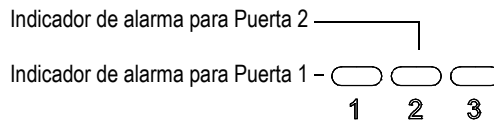

**Figura 3-11 Accionador en los modos de primer pico (1stPeak) y flancos en J (J-Flank)**
- **1stPeak:** Adquiere las lecturas de medición en función del primer pico para atravesar el umbral de puerta (nivel). Vea la Figura 3-11 en la página 86.
- **J-Flank:** Adquiere las lecturas de medición de espesor en función de la posición del primer punto transversal (o de intersección) de una señal de puerta controlada y, también, para adquirir lecturas de medición de amplitud desde el pico más alto del primer eco en la región de la puerta controlada (vea la Figura 3-11 en la página 86).